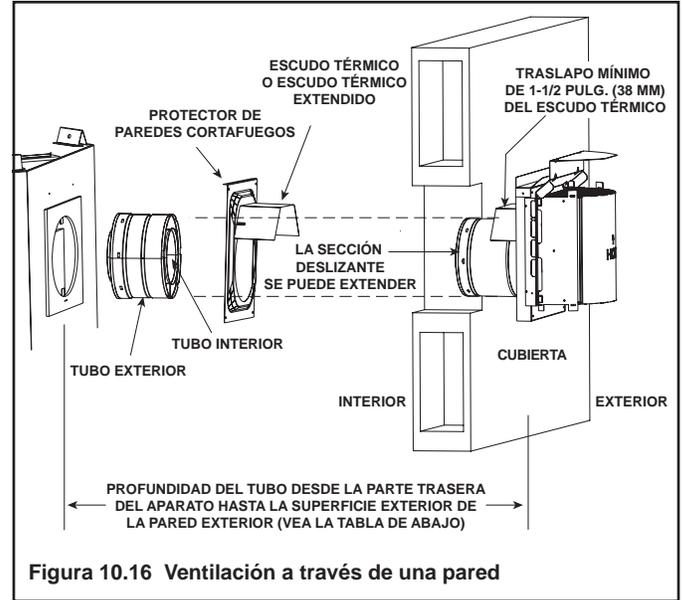

Figura 10.16 Ventilación a través de una pared
- **NO** retire los escudos térmicos del protector de paredes cortafuegos y el respiradero (consulte la Figura 10.16).
El escudo térmico tiene dos secciones. Una de las secciones está unida al protector de paredes cortafuegos. La otra está unida al respiradero. Consulte la Figura 10.16.